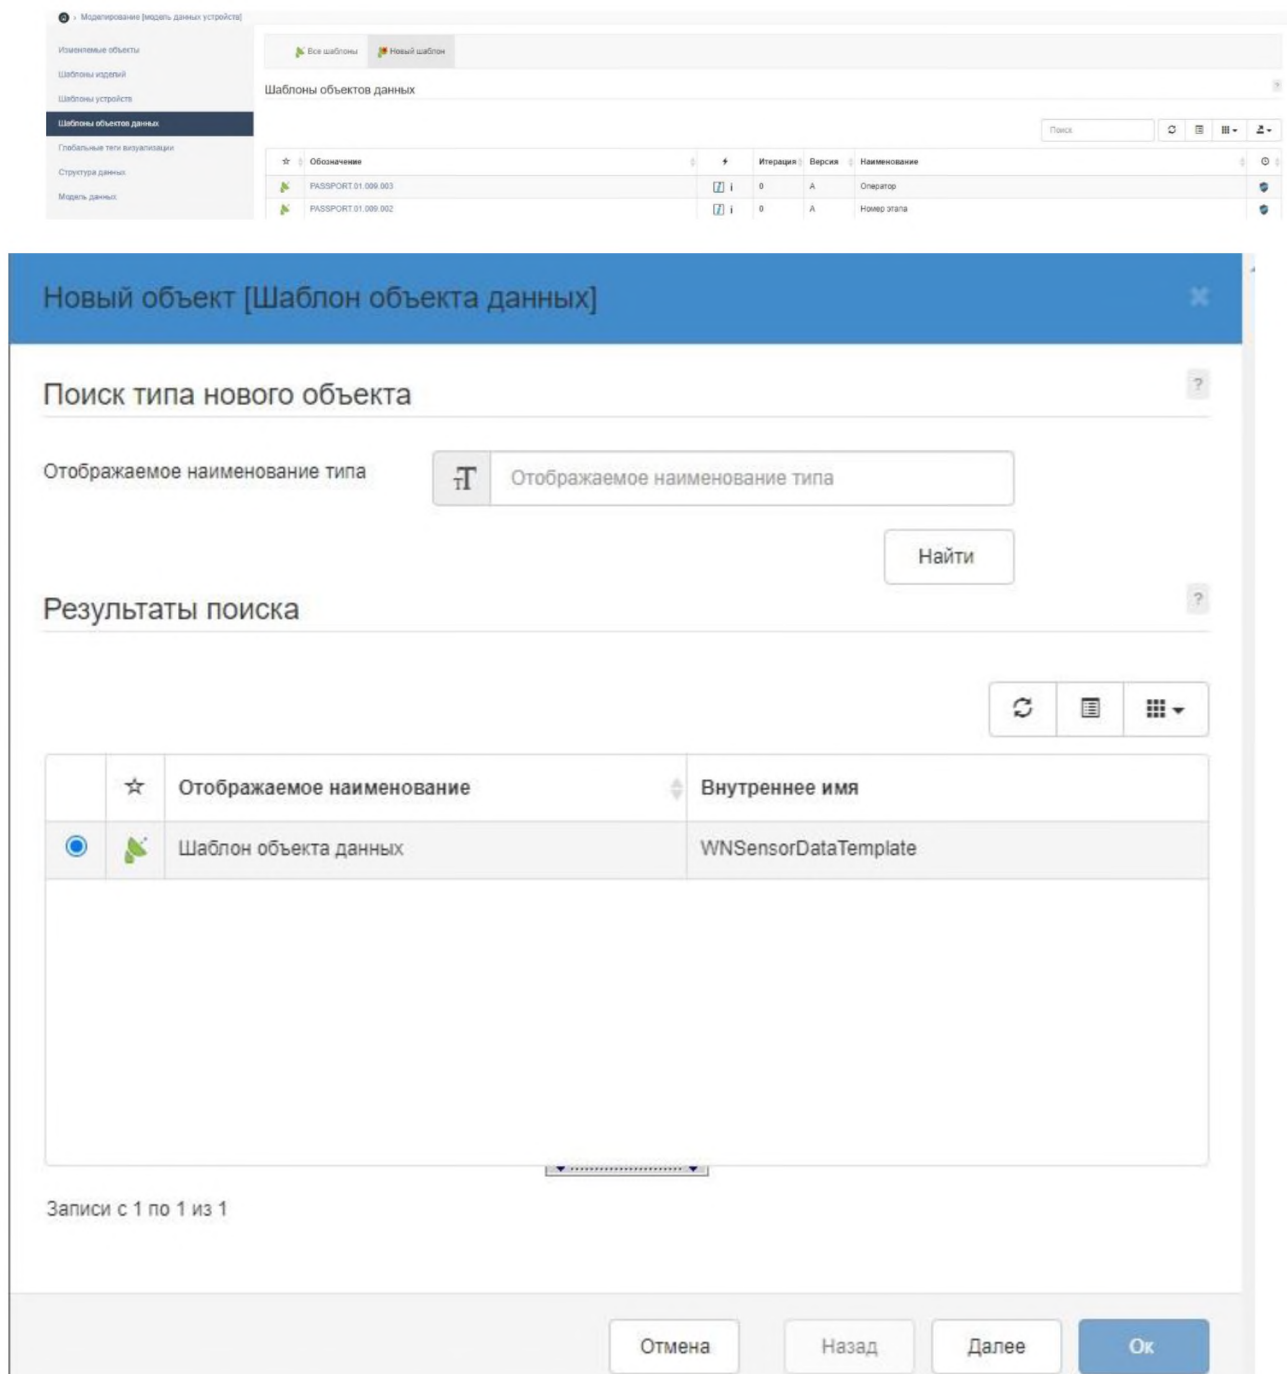

Рисунок 29 – Создание нового шаблона объекта данных
- 4) В окне поиска введите ключевое слово для поиска типа и нажмите **Найти**. Если типов немного, поле оставьте пустым. Выберите тип шаблона и нажмите **Далее** (рис. 29).